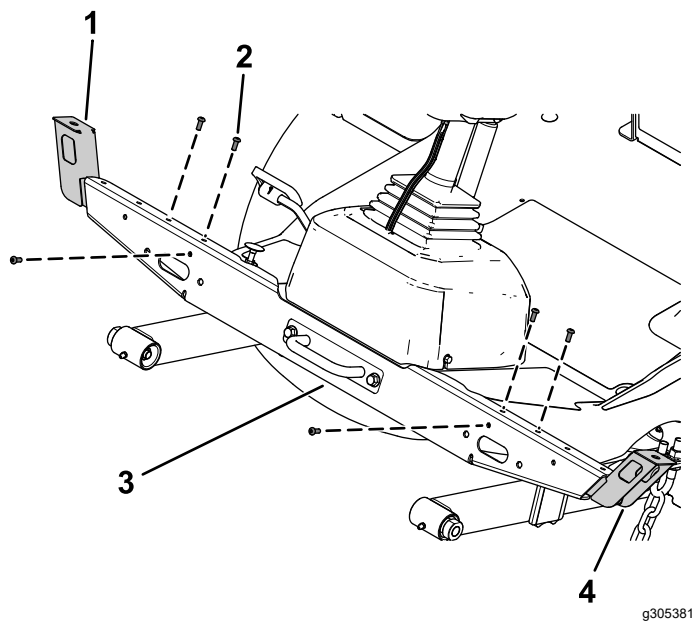

Figura 13
3. Fissate il supporto del faro sinistro e di quello destro sul supporto trasversale dei fari inserendo 3 bulloni a testa bombata (1/4" x 5/8") nelle piastrine per viti autofilettanti di ciascun lato (Figura 13).